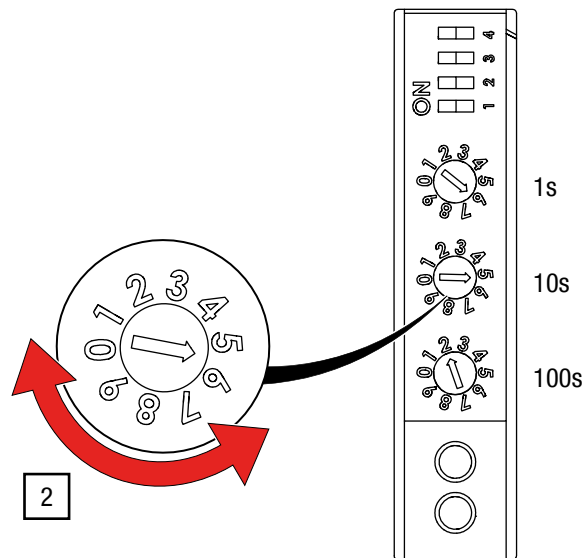

Abb. 39: Drehrädchen zur Einstellung der DMX-Adresse an Steuerung G-FRAME
2. Drehen Sie die Einstellräder für die DMX-Kanäle (1er-, 10er- und 100er-Stelle) mit einem Schraubendreher auf die gewünschte Ziffer (siehe Abb. 39).
Im Beispiel in Abb. 39 ist die DMX-Adresse 256 eingestellt.